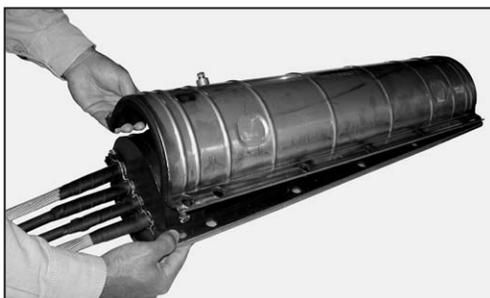

Figura 61
18.3 Coloque la tapa superior (Figura 61).